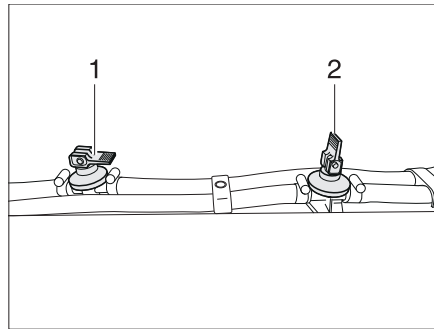

Bild 256 Ablasshahn
- Alle Ablasshähne öffnen. Dazu den Kipphebel (im Bild 256,2) senkrecht stellen.